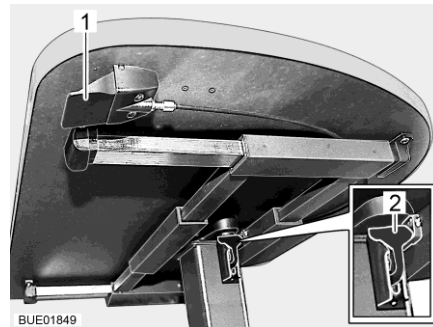

Fig. 87 Mesa elevadora con botón de desbloqueo
- Tirar o presionar hacia abajo la palanca de bloqueo (Fig. 87,2).
- Empujar la palanca de bloqueo (Fig. 87,2) hacia arriba.
- Pulsar y mantener pulsado el botón de desbloqueo (Fig. 87,1). El tablero de la mesa se desplaza automáticamente hacia arriba hasta el tope final.
- Soltar el botón de desbloqueo (Fig. 87,1). El tablero de la mesa permanecerá en la posición seleccionada.
- Pulsar y mantener pulsado el botón de desbloqueo (Fig. 87,1).
- Soltar el botón de desbloqueo (Fig. 87,1). El tablero de la mesa se quedará en la posición más baja.